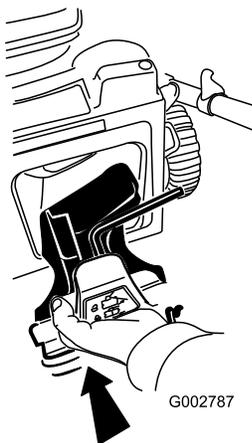

Figura 8
1. Introduzca el tapón de mulching en el cortacésped, si no está instalado ya (Figura 8).